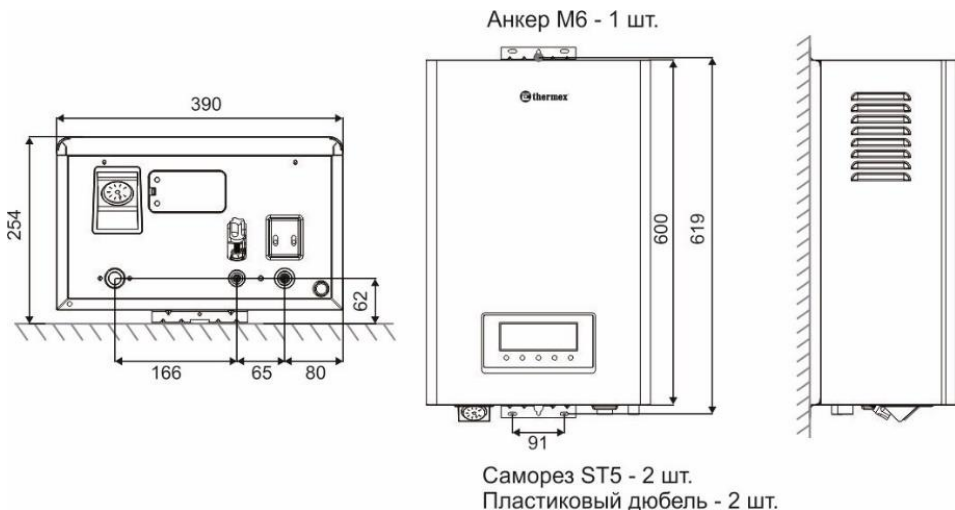

Рис. 6. Монтажные размеры
7.3.2 Установка прибора на стену (Рис. 6)
Прибор должен быть установлен в вертикальном положении. В соответствии с Рис. 6 просверлите установочные отверстия на стене, вставьте анкер в верхнее установочное отверстие для крепления, вставьте пластиковые дюбели в нижние установочные отверстия и закрутите саморезы.